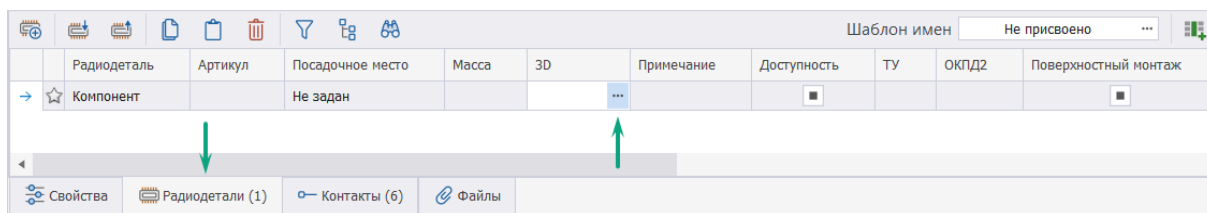

Рис. 169 Отображение столбца «3D» в таблице радиодеталей редактора компонентов
9. В редакторе компонентов, на вкладке «Радиодетали», нажать на символ «...», расположенный в столбце «3D model», созданного в п.6, см. Рис. 169.